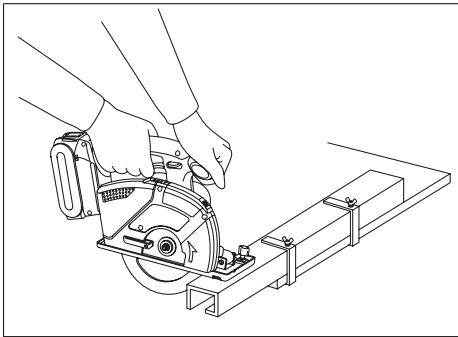
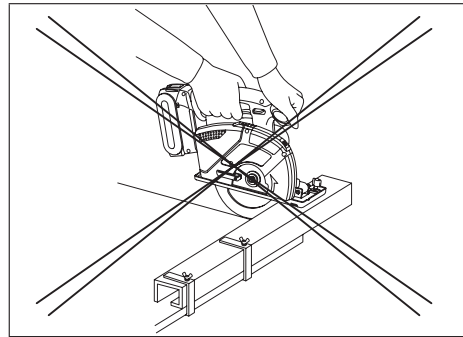

Fig. 17
Fig. 18
1. Collocare la parte più ampia del pattino sulla parte del pezzo da lavorare tenuta in modo stabile (vedere la fig. 17), mai sulla sezione che cadrà al termine del taglio (vedere la fig. 18). Tenere la cesoia in modo ben fermo per prevenire la perdita del controllo della stessa. Un lavoro negligente può causare gravi lesioni personali.